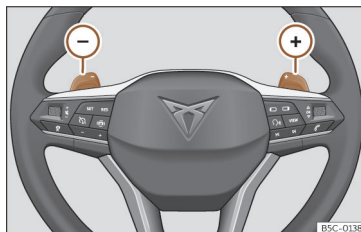

Fig. 94 Volante: alavancas para mudança automática de velocidades.
- Pressione a alavanca de mudanças (+) para engrenar uma velocidade mais alta >>> **Fig. 94**.